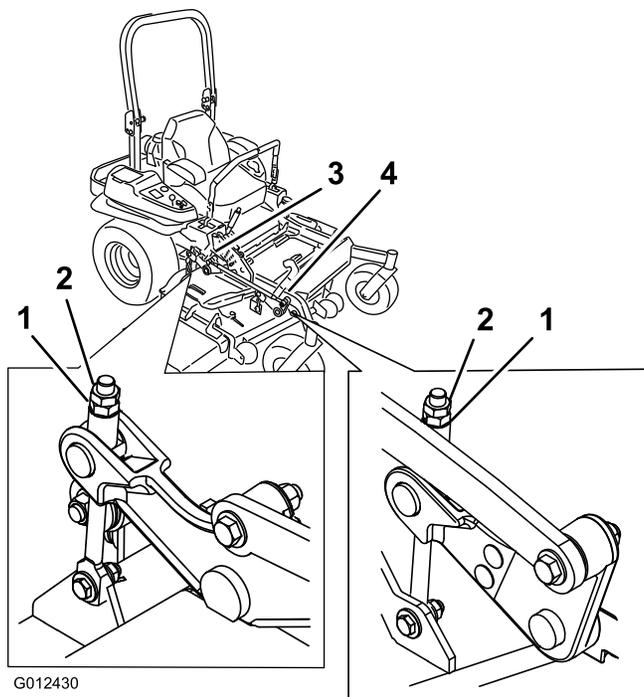

Figure 93
10. Ajustez précisément le serrage de l'écrou de réglage sur l'ensemble de relevage du tablier avant (Figure 93).
- Ajustez précisément le serrage de l'écrou de réglage sur l'ensemble de relevage du tablier avant (Figure 93).